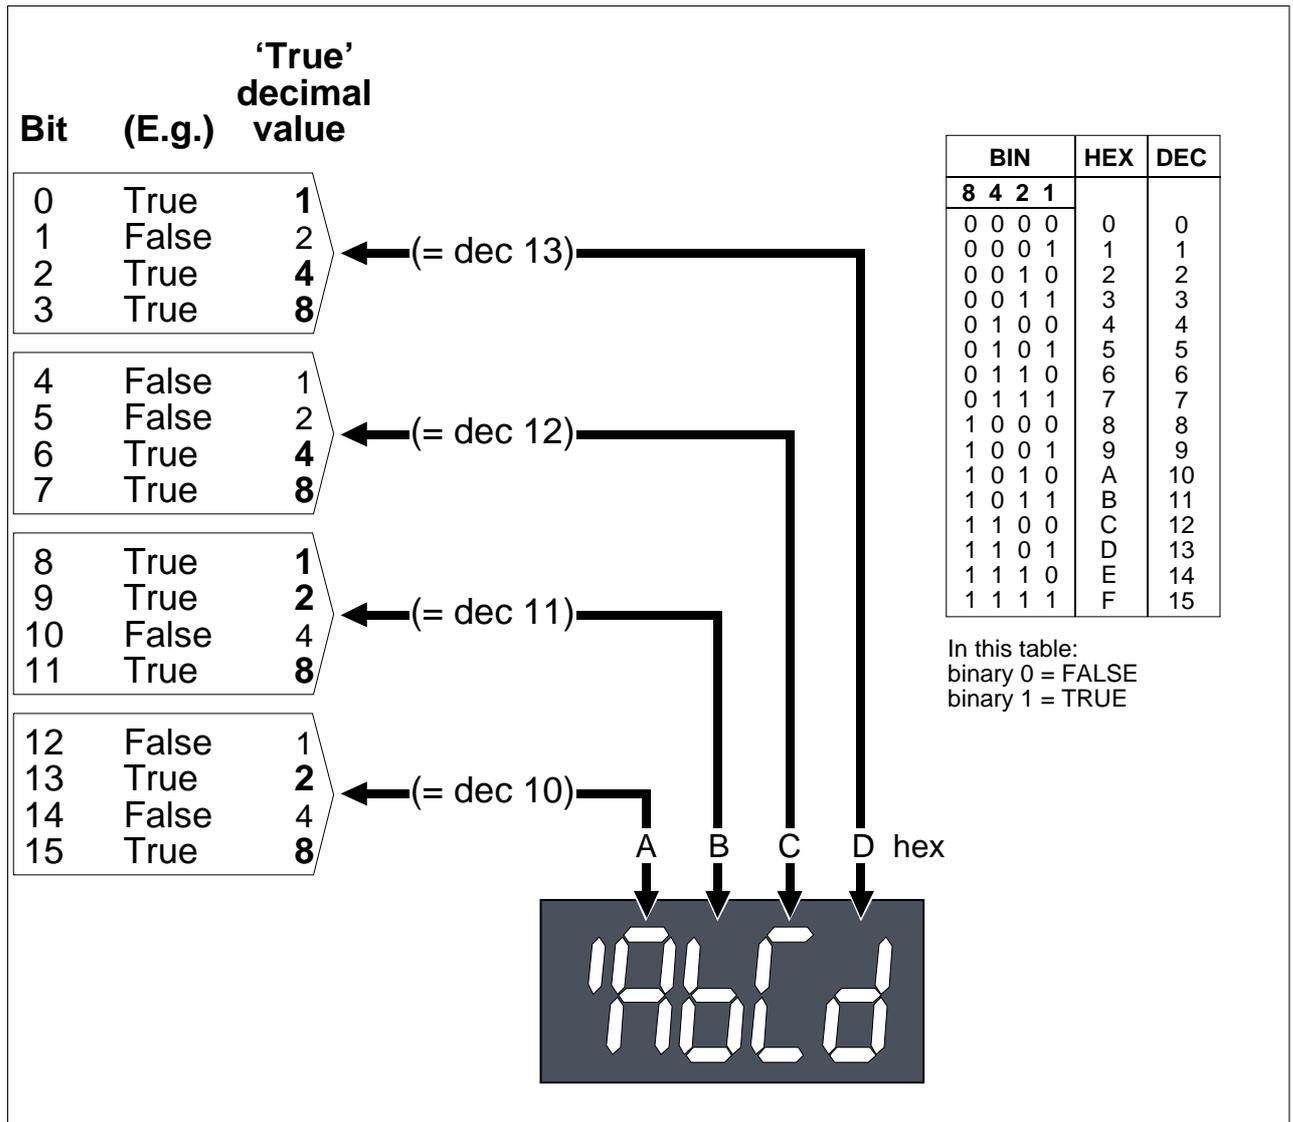

Fig.3-3 Rappresentazione esadecimale del parametro 16-bit 'word': es. 'ABCD'
- **Word esadecimale.** Parametri 16-bit — 'word' — come BM, SC, etc., sono rappresentati come 4 digit esadecimale preceduti dal simbolo "'", es. '400F'. Ogni digit esadecimale rappresenta il valore di un gruppo di 4 bit. Il gruppo piu' basso (da 0 a 3 bit) e' rappresentato dal digit di destra, e quello piu' alto (bit da 12 a 15) da quello a sinistra. Fig. 3-3 spiega la rappresentazione e offre un esempio di un gruppo di bit come 'AbCd' esadecimale.